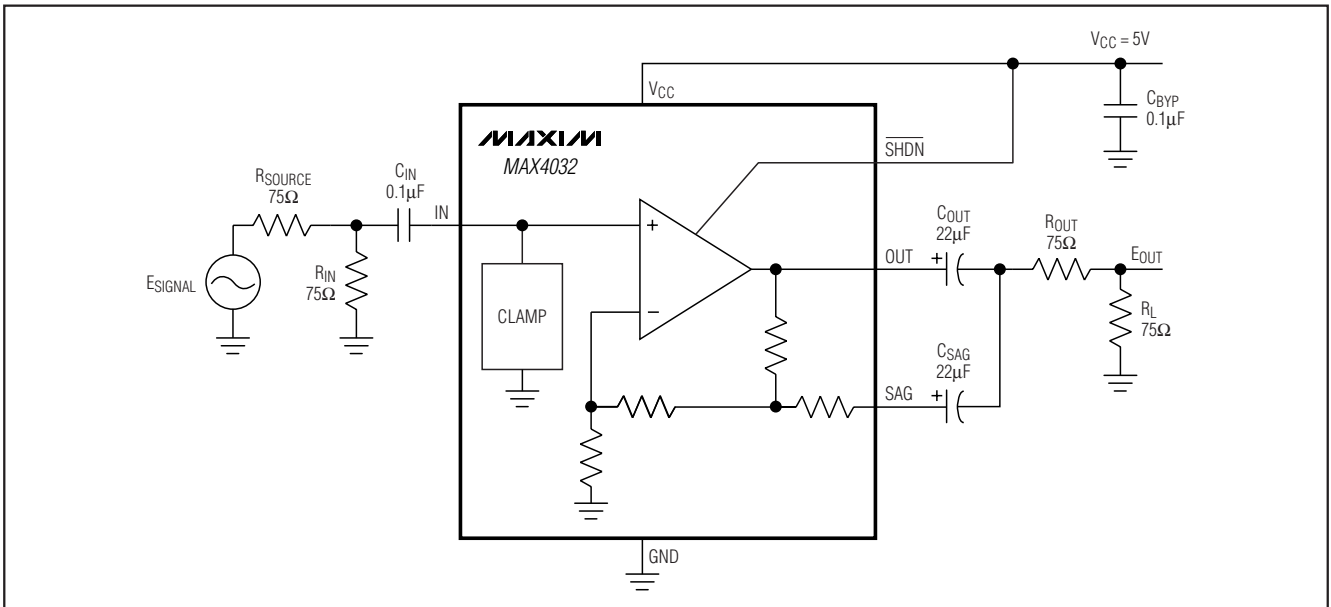

図3. MAX4032のAC結合
- 2) 2個のコンデンサ及び150ΩをOUT、SAG、及びグランド間に接続(図3参照)。
SAG出力でハイインピーダンスダンスノードを生成することによって実現されます。このノードは、図3で示すように、基準出力と並列にして負荷にAC結合されます。これによって、2個の小容量化された22μF(typ)コンデンサ( $C_{OUT}$ 及び $C_{SAG}$ )を使用することができ、低周波応答を保持しながら、インタフェース上限のサイズとコストが削減されます。
MAX4032の出力は、ごくわずかな容量でAC結合に対応するように設定されています。これは、「サグ補正」と呼ばれています。これは、図3で示すように、1個の大容量コンデンサを2個の小容量化されたコンデンサに置き換えることにより、帯域幅が改善されることを意味します。